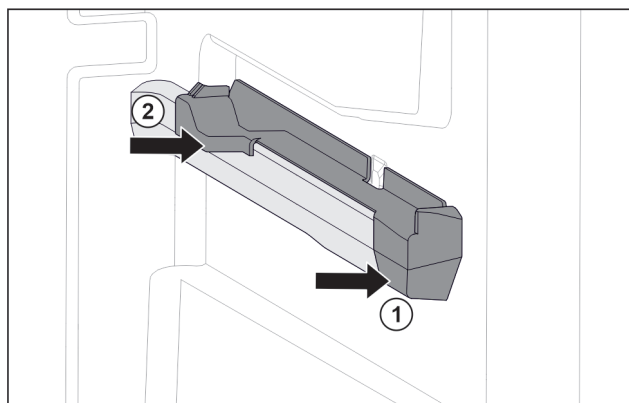

Fig. 63 Oikeanpuoleisen kannattimen kiinnitysosa
- Aseta kiinnitysosa edestä kannattimeen. Fig. 63 (1)
- Paina kiinnitysosa takaa paikalleen. Fig. 63 (2)